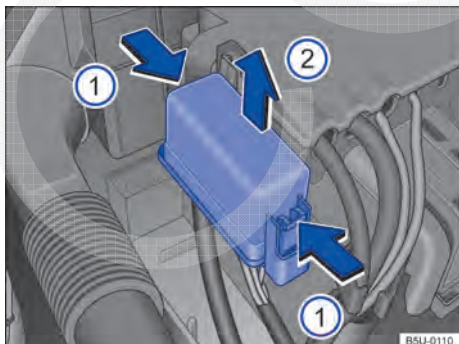

Fig. 164 No compartimento do motor: cobertura da caixa de fusíveis.
- Pressionar as travas no sentido da seta → Fig. 164 , para destravar a cobertura da caixa de fusíveis.